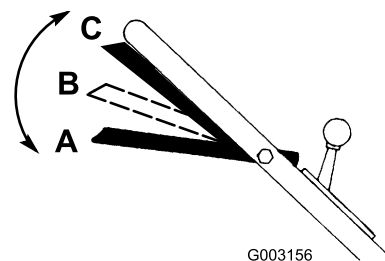

Figure 13
1. Placez la barre de commande de la lame en position A (Figure 13).
2. Poussez la barre de commande vers la droite et relevez-la à la position B pour engager la lame (Figure 13).
3. Serrez la barre de commande contre le guidon à la position C pour avancer (Figure 13).